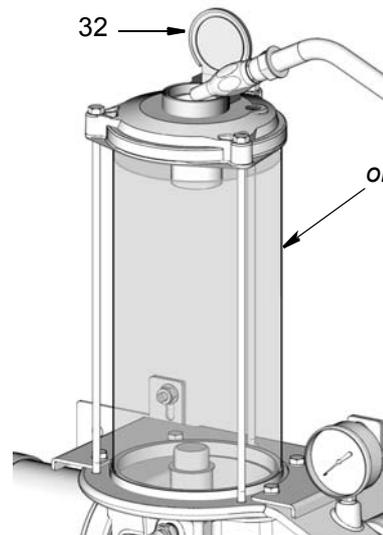

FIG. 7
2. Añada aceite lentamente (o/l) hasta llenar el depósito (FIG. 7). Procure no llenar el depósito demasiado deprisa para evitar rebosar su capacidad.
3. Cierre el tapón de llenado del aceite (32) para evitar que se contamine o se derrame (FIG. 7).